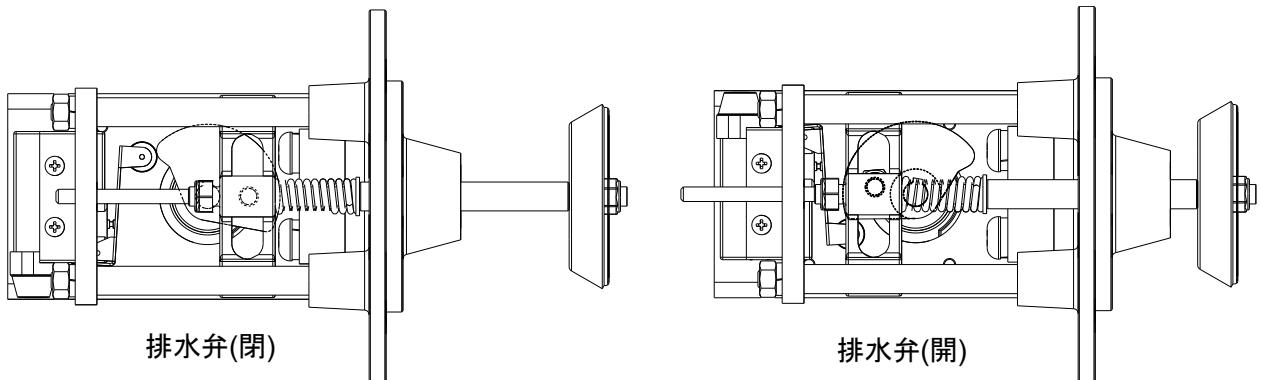

図8-15
3) 排水弁の動作確認 (図8-15、16)
- ・ ⑯蝶ナットを緩め、⑰掃除口フタと⑯掃除口フタパッキンを外します。